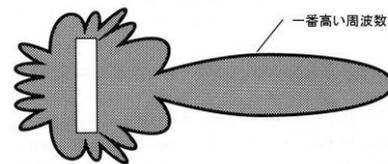

図 5
- しかし図 5 のように一番高い周波数については、音の収束度が高くてきわめて狭い範囲にしか音が届かないという問題がわかってきました。